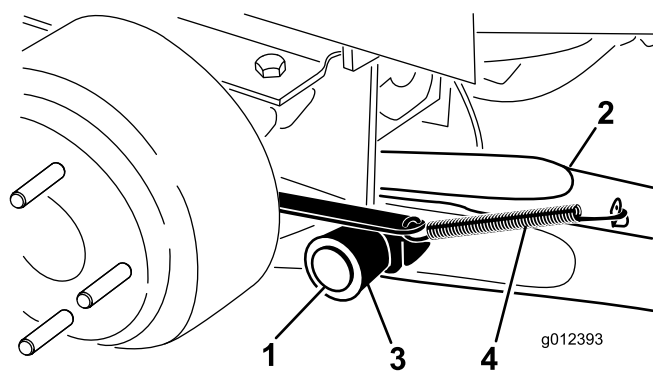

Figura 3
(Figura 3). Monte el brazo de elevación con la curva hacia fuera.
- Enganche el muelle de retorno del freno en la pestaña del brazo de elevación (Figura 3).